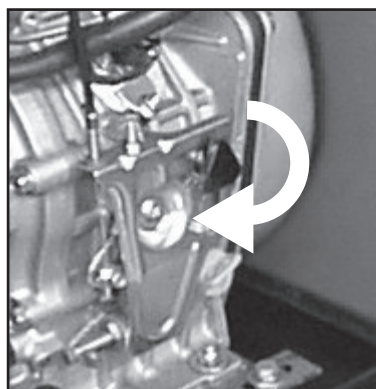

Fig.4
1) Déplacer la commande de l'accélérateur, située sur le moteur (voir fig. 4), vers le bas (régime maximum du moteur)